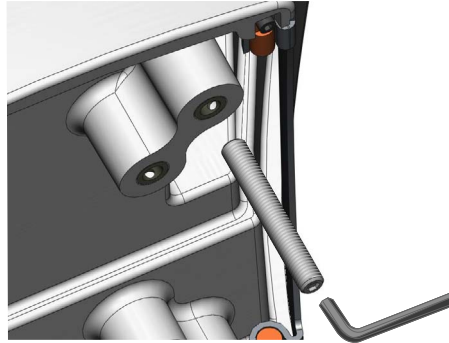

Figura 2
3. Utilizzare una chiave a brugola da 5 mm per installare i bulloni M10 x 71 (Figura 2) nel piedistallo corrispondente al modello di fori selezionato. Serrare i bulloni finché non toccano il fondo del piedistallo. Non serrare i bulloni più del necessario per evitare di danneggiare il piedistallo. I bulloni vengono rivestiti con materiale protettivo antiscivolo prima di uscire dalla fabbrica.